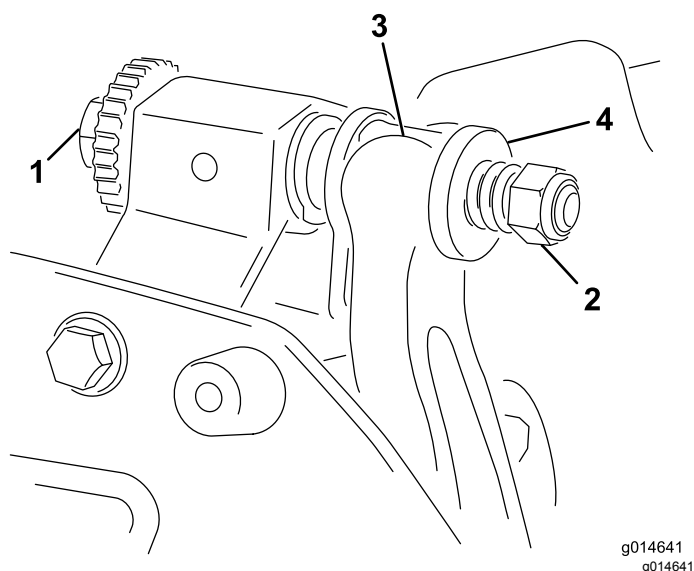

Figura 22
1. Ruotate la vite di regolazione della barra di appoggio in senso antiorario per allontanare la controlama dal cilindro (Figura 22).
2. Svitare il dado di tensionamento della molla finché la rondella non è più tesa contro la barra di appoggio (Figura 22).